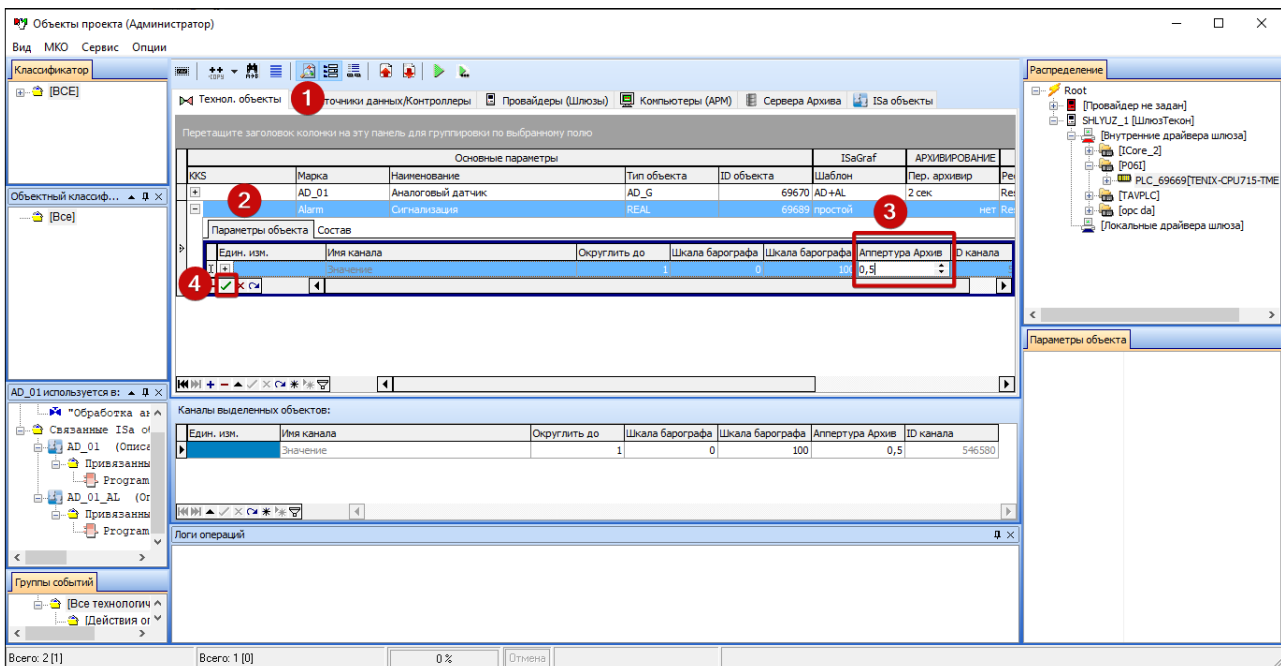

Рисунок 15.3. Настройка архивирования параметра по периоду
- 1) Перейдите на вкладку "Технол. объекты" в окне "Объекты проекта" (рис. 15.3 [1]).
- 3) В открывшейся таблице перейдите на вкладку "Параметры объекта" (рис. 15.3 [2]).
- 4) Задайте в поле "Апертура" величину, на которую должно измениться контролируемое значение, чтобы произошла запись в архив (рис. 15.3 [3]).
- 5) Нажмите  для сохранения изменений (рис. 15.3 [4]).